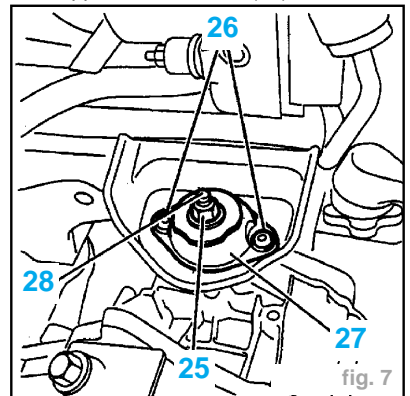
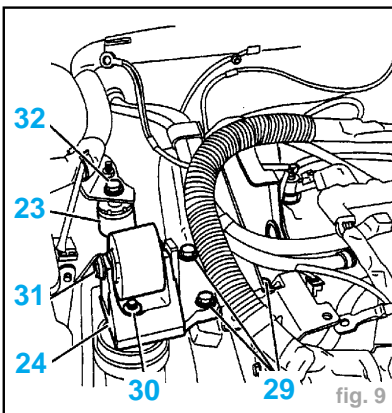

fig. 7
fig. 9
- Déposer (fig. 7):
- l'écrou d'axe de boîte (25) et sa rondelle
- les vis de cale (26)
- la cale élastique de boîte de vitesses (27)
- l'axe de boîte (28) et sa rondelle à l'aide de la douille 0317 AB
- Reposer le support moteur droit (24) (fig. 9).
- Reposer provisoirement la biellette anticouple (23).
- Serrer les vis (29) à 4.5 m.daN.
- Reposer l'axe de boîte (28) et sa rondelle, à l'aide de la douille 0317AB (fig. 7).
- Serrer l'axe (28) à 5 m.daN.
- la cale élastique (27)
- l'écrou (25)
- les vis (26)
- l'écrou (25) à 6.5 m.daN
- les vis (26) à 3 m.daN
- Déposer la biellette anticouple (23) (fig. 9)
- Serrer l'écrou (30) à 4.5 m.daN.
- Reposer la biellette anticouple (23).
- la vis (31) à 4.5 m.daN
- la vis (32) à 4.5 m.daN